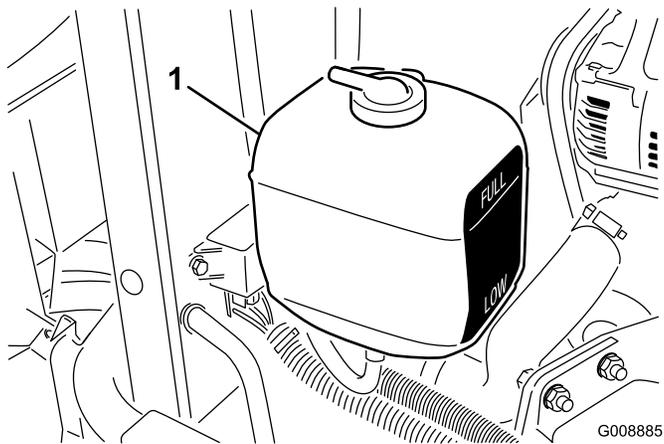

Figura 21
1. Controllate il livello del refrigerante nel serbatoio di espansione (Figura 21). A motore freddo il livello del refrigerante deve essere a metà circa tra i segni riportati sul fianco del serbatoio.